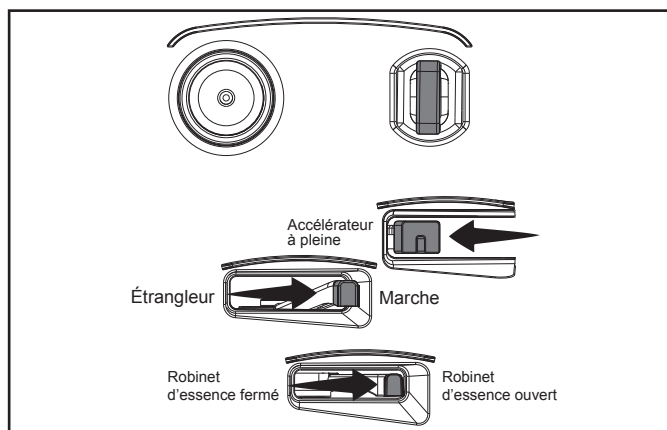

Figure 10
2. Pour démarrer un moteur chaud : (figure 10).